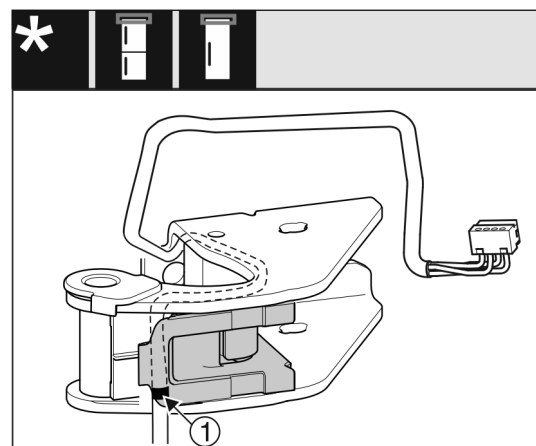

Fig. 19
- ▶ De middelste markering moet hierbij tegen de kant van de kabelhouder liggen Fig. 19 (1).